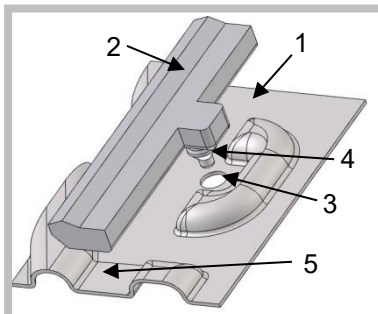

Figure 29 : Détail
- Veillez à ce que les nipples de fixation [2] se trouvent dans la rainure [5] prévue à cet effet et que les nipples de fixation [4] se trouvent dans les trous [3] prévus à cet effet dans la plaque de transfert thermique [1] [figures 29 à 31).